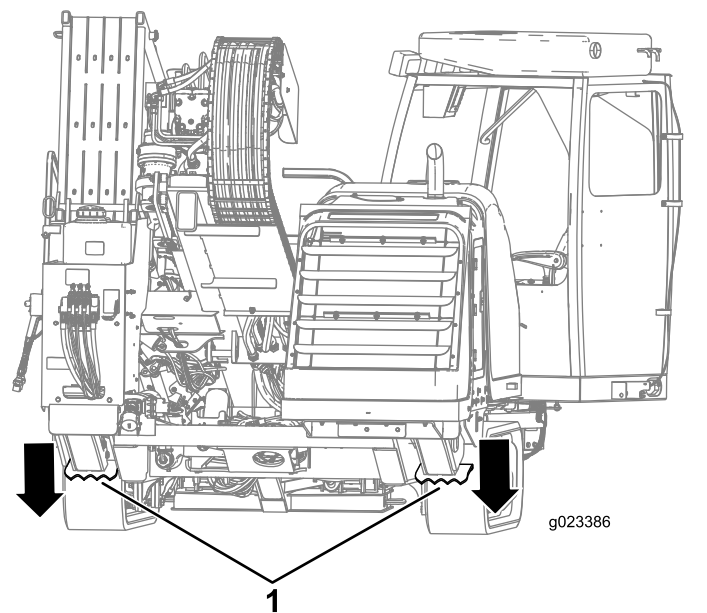

**Bild 46**
5. Senken Sie die hinteren Stabilisatoren ab, bis sie fest auf dem Boden stehen oder bis der gewünschte Winkel erreicht ist (Bild 46).